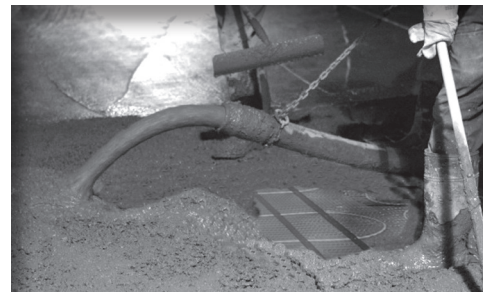

Figure 14
- Lorsque la pompe est actionnée et que l'on déverse du béton sur la trame, toujours soulever le bout du tuyau de façon à ce qu'il ne touche pas la trame (figure 14).